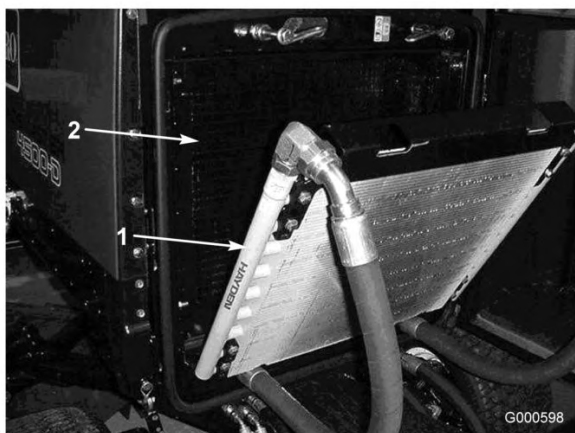

Figura 53
3. Gire el enfriador hacia atrás. Limpie a fondo ambos lados del enfriador de aceite y la zona del radiador (Figura 53) con aire comprimido. Empezando en la parte delantera, sople los residuos hacia la parte trasera. Luego, limpie desde atrás, soplando los residuos hacia adelante. Repita este procedimiento varias veces hasta eliminar todos los residuos